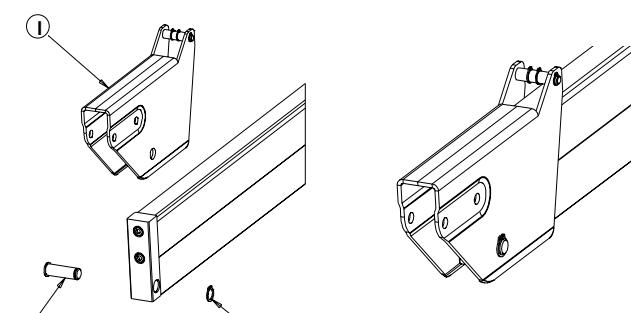

Fig.4
- 5) Infilare il particolare **I** e fissarlo tramite il perno **G** ed il seeger **H** come in Fig.4.
- 5) Fit part **I** and secure it with pin **G** and Seeger ring **H** as shown in Fig. 4.
- 5) Enfiler la pièce **I** et la fixer par l'intermédiaire de l'axe **G** et l'anneau de retenue **H** d'après la Fig.4.
- 6) Das Teil **I** einsetzen und mit dem Stift **G** und dem Seegering **H** gemäß Abb. 4 befestigen.